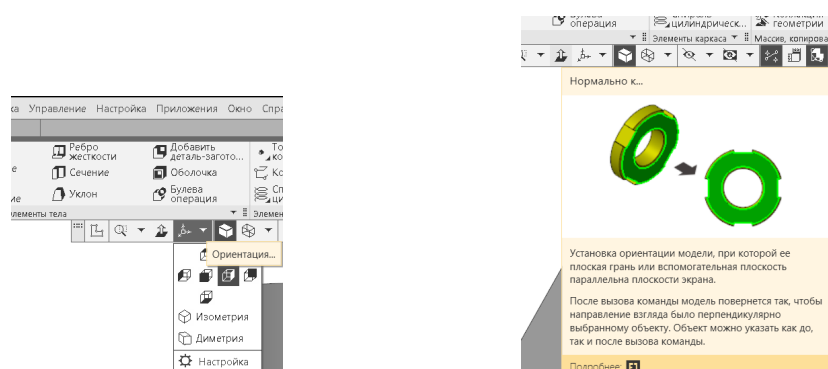

Рисунок 2.17
- **Повернуть** объект **параллельно плоскости** экрана можно пользоваться панелью **Ориентация** (рисунок 2.17) или командой **Нормально к** (рисунок 2.18)